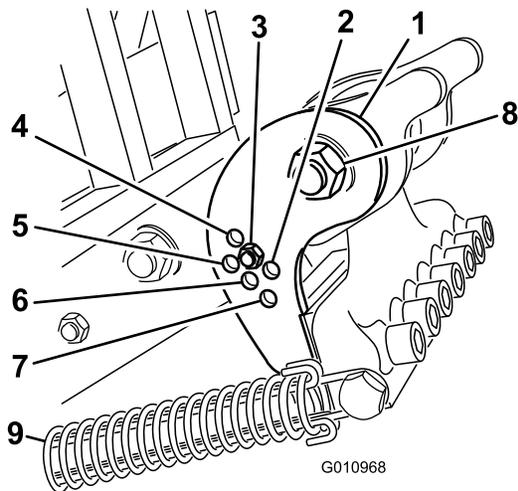

図 27
キャンバ・ブラケット（図 27）を、使用するタイヤに合った正しい位置にセットしてください。ヘッド・ストップのセット位置は基本的に 5ヶ所ですが、調整ロッドを通す穴を選択することにより、ヘッド・ストップのセット位置が 5ヶ所のうちの 1 つに決まります。これらの穴は事前に設定されており、たとえば、場合によっては、12インチ位置で10インチのタイヤを使うと、より滑らかな仕上がりとなります。
3. タイヤ・ヘッドにかかっているスプリングのテンションを解除する（図 27）。
4. キャンバ・ブラケットの調整穴についているボルトとナットを外す（図 27）。
5. タイヤ・ヘッドのピボット・ボルトをゆるめる（図 27）。